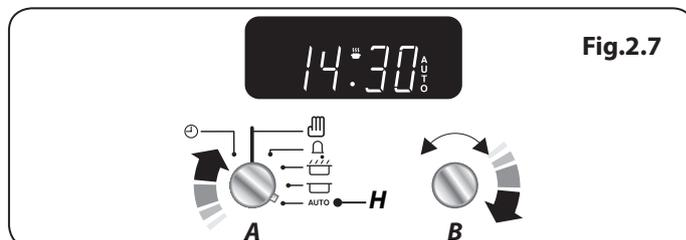

Fig.2.7
3. Continuez de tourner le bouton de **réglage (B)** afin de définir la durée de temps requise, par ex. 1 minute. L'affichage indique alors l'heure actuelle plus la durée de temps requise que vous avez sélectionnée (Fig.2.7)
4. Tournez le bouton de la **minuterie (A)** sur le réglage **Auto (H)** (Fig.2.7). L'affichage indique alors l'heure actuelle, le symbole Cuisson et le mot « **AUTO** ».